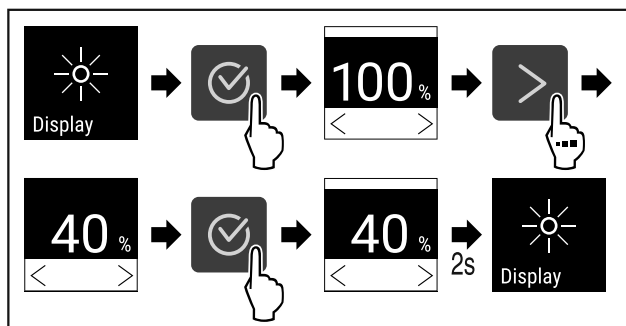

Fig. 101
- ▶ Følg anvisningene (se Fig. 101).